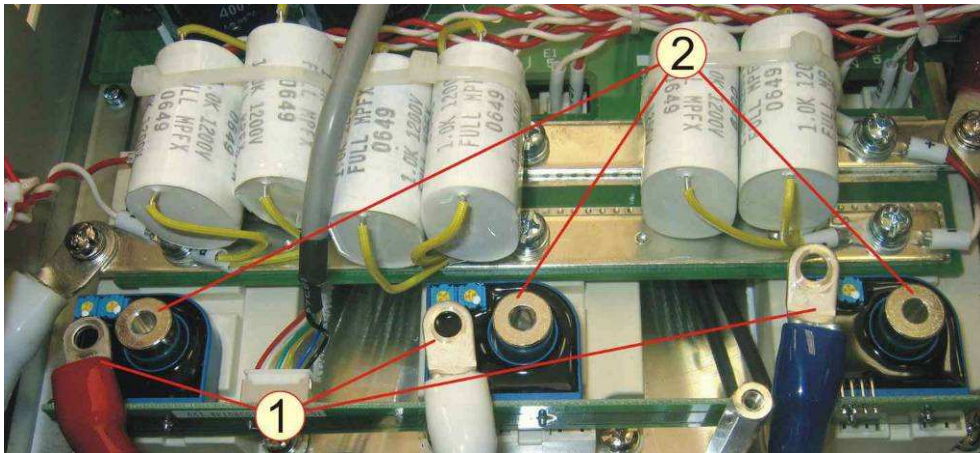

Рисунок 6.26
6.10.3 Отвести концы проводов, снять втулки 3 (рисунок 6.26). Положить втулки в тару.